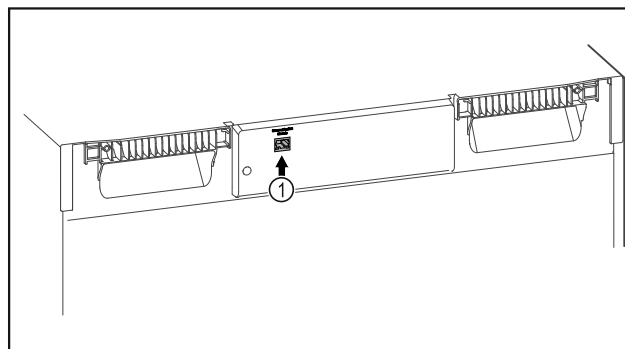

Fig. 98
- SmartModule Fig. 98 (1) je nasadený.